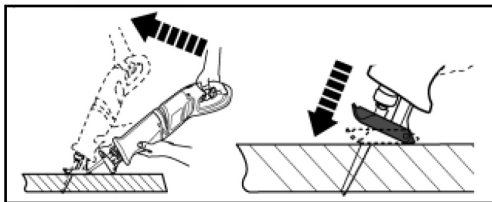

РИС. 12
■ Наклоните инструмент назад до касания тыльной кромкой направляющей пластины (2) поверхности детали.
■ Медленно наклоните инструмент вперед и подайте полотно (12) в деталь (Рис. 12).
■ Продолжайте пилить по линии разреза до тех пор, пока полотно (12) полностью войдет в материал и вся поверхность направляющей пластины (2) будет лежать на поверхности детали.